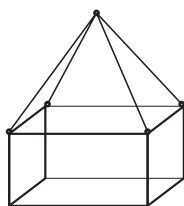

Рис. 1:
например, **(C1)** означает: позиция C/рис. 1 в соответствующем разделе
например, **(раздел 3, С1)** означает: в разделе 3 позиция С/рис. 1
- Подвеска на кране должна осуществляться при одновременном использовании всех 4 рым-болтов (как показано на рис. 1).